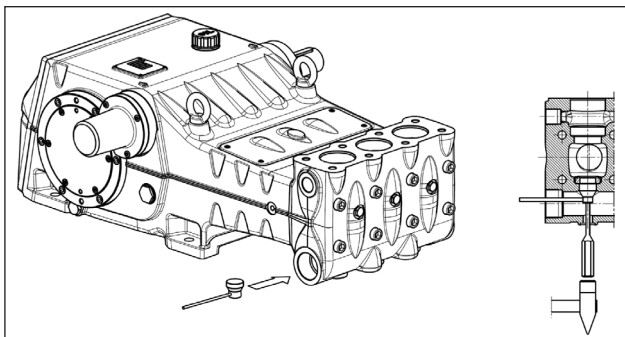

Fig. 113
S'il s'avère difficile d'extraire le groupe soupape d'aspiration (par exemple, à cause de la présence d'incrustations dues à un arrêt prolongé de la pompe), utiliser l'extracteur réf. 27516200 (pour LK36-LK40-LK45) ou réf. 27516300 (pour LK50-LK55-LK60)(réf. ①, Fig. 113) et agir comme suit.